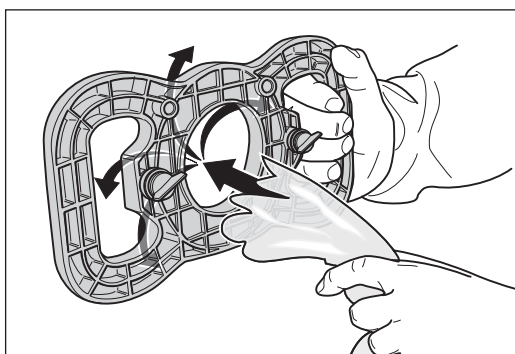

Abb. 24 Den Müllbeutel in die Entleervorrichtung einführen.
- 7 Halten Sie die Entleervorrichtung am Griff und führen Sie von der Seite mit den Verrippungen einen Müllbeutel durch die Öffnung in der Mitte der Vorrichtung ein (Abb. 24).